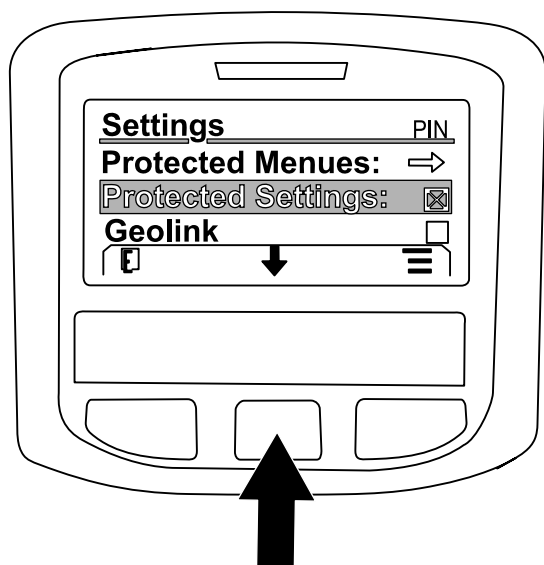

Рисунок 262
7. Нажмите среднюю кнопку, чтобы перейти к позиции GEOLINK, а затем нажмите правую кнопку, чтобы настроить эту позицию (Рисунок 262).